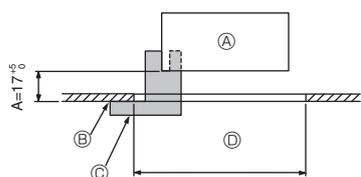
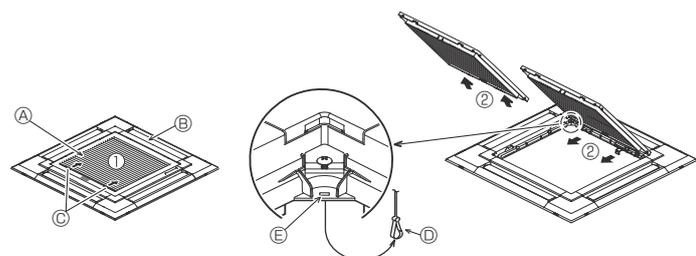
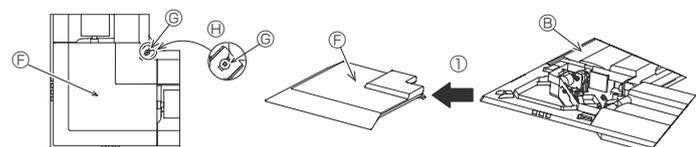

Fig. 9-2
Fig. 9-3
Fig. 9-4
①	Rešetka	1	950 × 950 (mm)
②	Mjerač za ugradnju	1	(Podijeljen u 4 dijela)
③	Vijak (4 × 16)	1	Za PLP-6EAE, PLP-6EALME, PLP-6EALME
④	Kutna ploča Senzora i-see	1	Za PLP-6EAE, PLP-6EALME, PLP-6EALME
⑤	Bežični daljinski upravljač	1	Za PLP-6EALM, PLP-6EALME
⑥	Držač daljinskog upravljača	1	Uključen kada je opremljena bežičnim daljinskim upravljačem.
⑦	Baterije LR6 AA	2	Uključen kada je opremljena bežičnim daljinskim upravljačem.
⑧	Ureznj vijci 3,5 × 16	2	Uključen kada je opremljena bežičnim daljinskim upravljačem.
9.2. Priprema postavljanja rešetke (Fig. 9-2)
- Mjeračem ② koji se isporučuje s ovim kompletom prilagodite i provjerite postavljanje glavne jedinice u odnosu na površinu stropa. Ako glavna jedinica nije ispravno postavljena u odnosu na stropnu površinu, moguća se propuštanja zraka i nakupljanje kondenzacije.
- Ⓒ Mjerač za ugradnju ② (umetnut u glavnu jedinicu)
9.2.1. Izvlačenje dovodne rešetke (Fig. 9-3)
- Kliznim pokretom pomaknite poluge u smjeru naznačenom strelicama ① da biste otvorili dovodnu rešetku.
- Kada je dovodna rešetka u „otvorenom” položaju, uklonite šarku dovodne rešetke s rešetke kako je naznačeno strelicama ②.
9.2.2. Izvlačenje kutne ploče (Fig. 9-4)
- Olabavite 4 vijka na kutu. Kliznim pokretom pomaknite kutnu ploču u smjeru strelice ① na slici i izvucite kutnu ploču.
- [Fig. 9-3] [Fig. 9-4]
- Ⓑ Rešetka ①